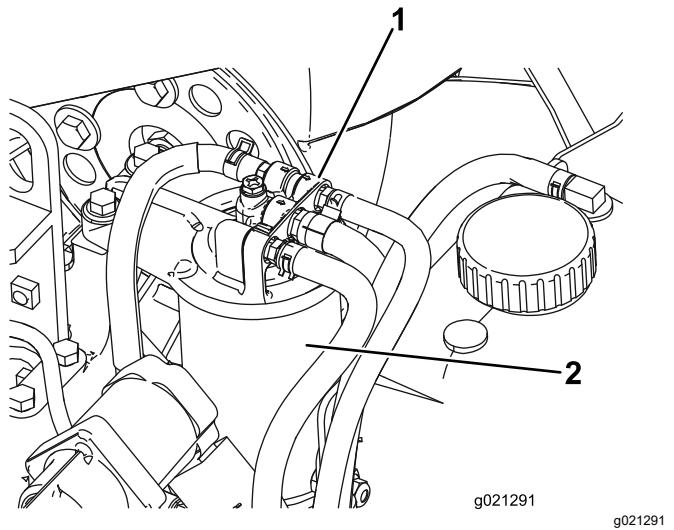

Figura 82
1. Pulite le superfici circostanti la testa del filtro del carburante (Figura 82).
2. Togliete il filtro e pulite la superficie di montaggio della testa del filtro (Figura 82).